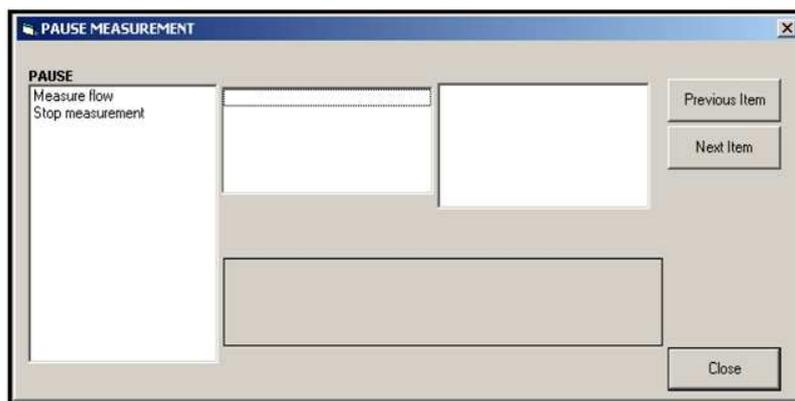

Рисунок 24: Окно *Pause Measurement* (Пауза в измерениях)
2. Разверните опцию функций редактирования *Edit Functions* и дважды щелкните кнопкой мыши на записи *Pause Measurement* (Пауза в измерениях). При этом откроется окно, аналогичное показанному на *Рисунок 24* ниже.